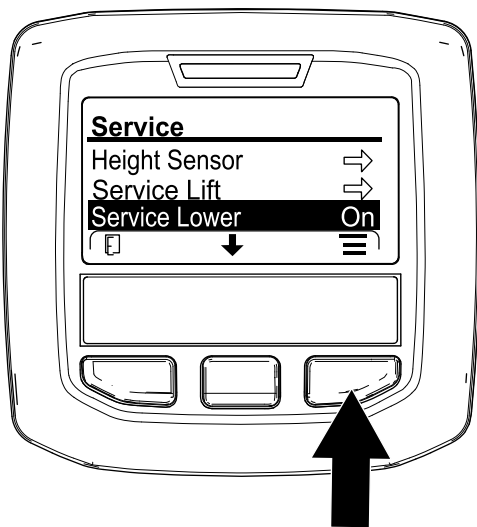

Рисунок 178
6. Нажимайте среднюю кнопку инфо-центра, пока не будет выбрана опция SERVICE LOWER (ОПУСКАНИЕ для обслуживания) (Рисунок 178), нажмите правую кнопку.